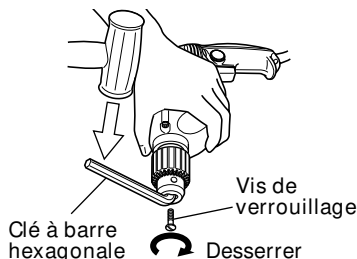

Fig. 7
(1) Retrait du mandrin de la perceuse (Fig. 7)